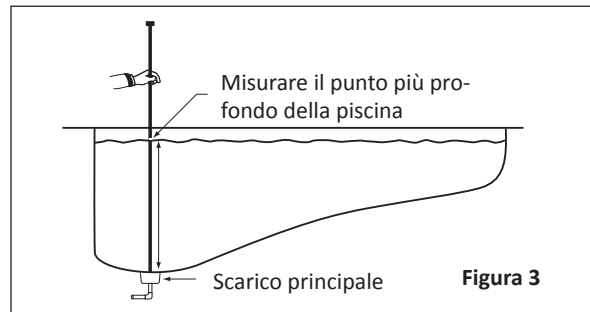

Figura 3
- Misurare il punto più profondo della piscina. Vedere **Figura 3**.